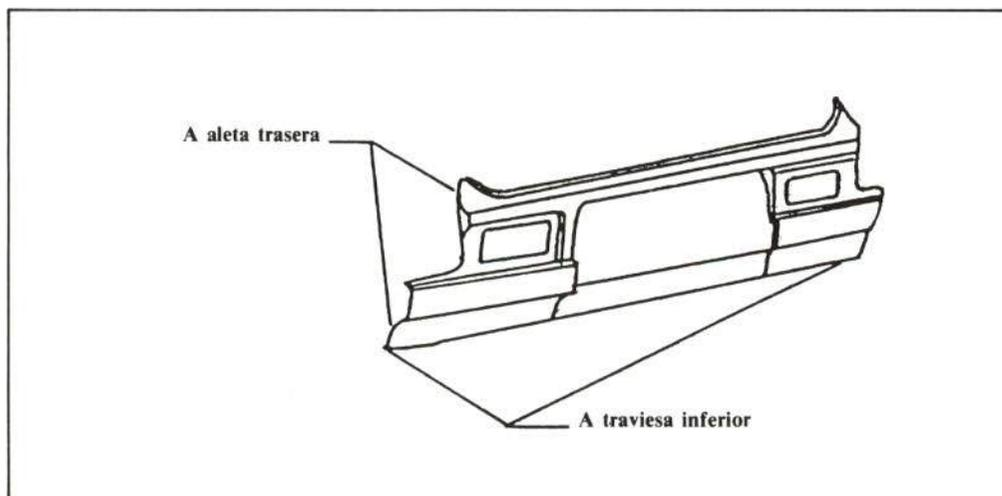

FIGURA 7.—Faldón trasero.
• **Faldón trasero** (figura 7)